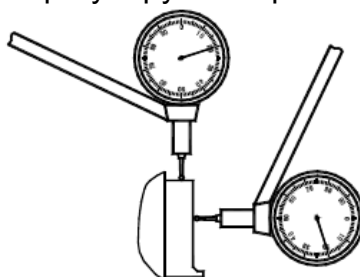

Рис. 22
(3) Линейка с кожухом КА-300В
- Зафиксируйте усиливающую пластину кожуха на установочной поверхности, при помощи микрометра проверьте параллельность линейки и направляющих станка, хорошо отрегулируйте параллельность (см. рис. 22).